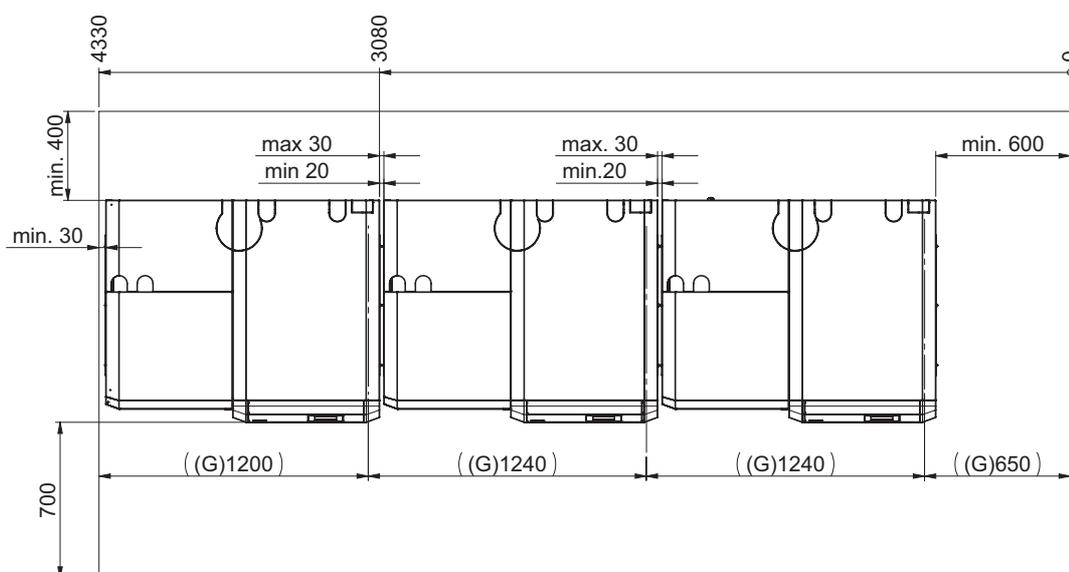

Fig. 19 Caldaia a pellet Cascata – vista dall'alto
- Distanza l'una dall'altra di 20-30 mm – Fig. 19, con questa configurazione, le coperture del rivestimento devono essere rimosse prima di montare le pareti laterali – vedi punto 12.14 e punto 12.18.